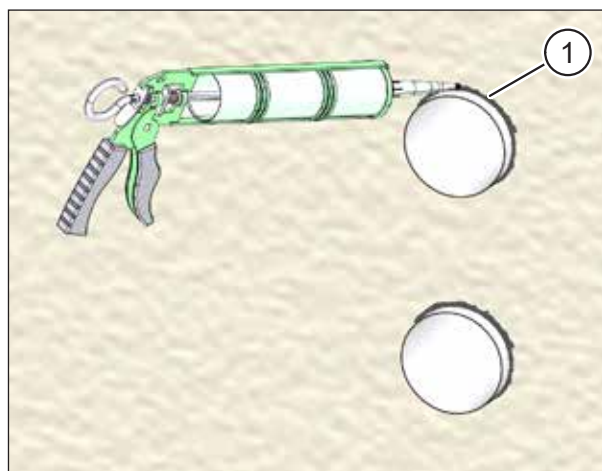

Fig. 30 : Étanchéifier les tuyaux d'aération sur le mur extérieur
- ▶ Chanfreinez les deux bords des passages de tuyaux (pos. 1 dans Fig. 30) à env. 5 x 45°, pour créer un espace libre destiné aux joints d'étanchéité, avec un produit d'étanchéité à élasticité permanente.